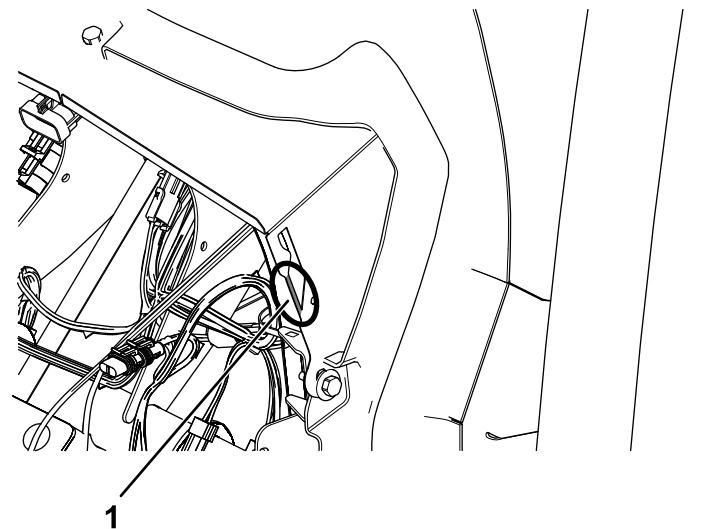

Figura 41
3. Con cesoie taglialamiera, rimuovete la linguetta di spedizione da ciascun lato della grondina antiacqua (Figura 41).